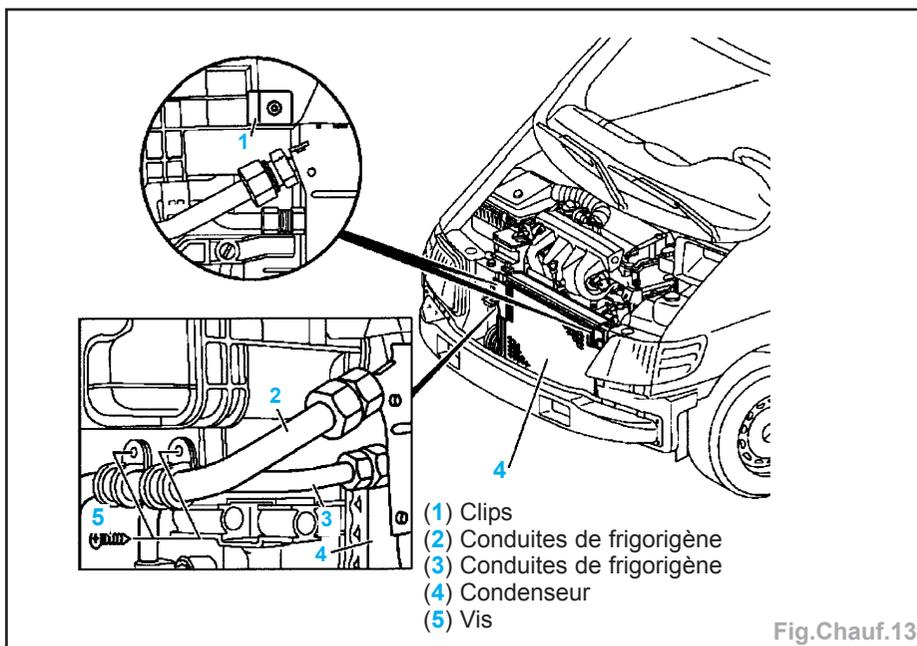

Fig.Chauf.13
- Desserrer les vis (5) (Fig.Chauf.13).
- Déposer les conduites de frigorigène (2 et 3) du condenseur (4).
- Déposer les clips (1).
- Déposer le condenseur (4).